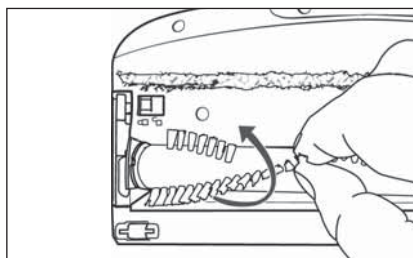

Fig. 30
- 3) Tire del rodillo de cepillos 21 por las cerdas para extraerlo del cepillo para suelos 22. Para extraerlo con más facilidad, gire ligeramente el rodillo de cepillos 21 al mismo tiempo (consulte la fig. 30).